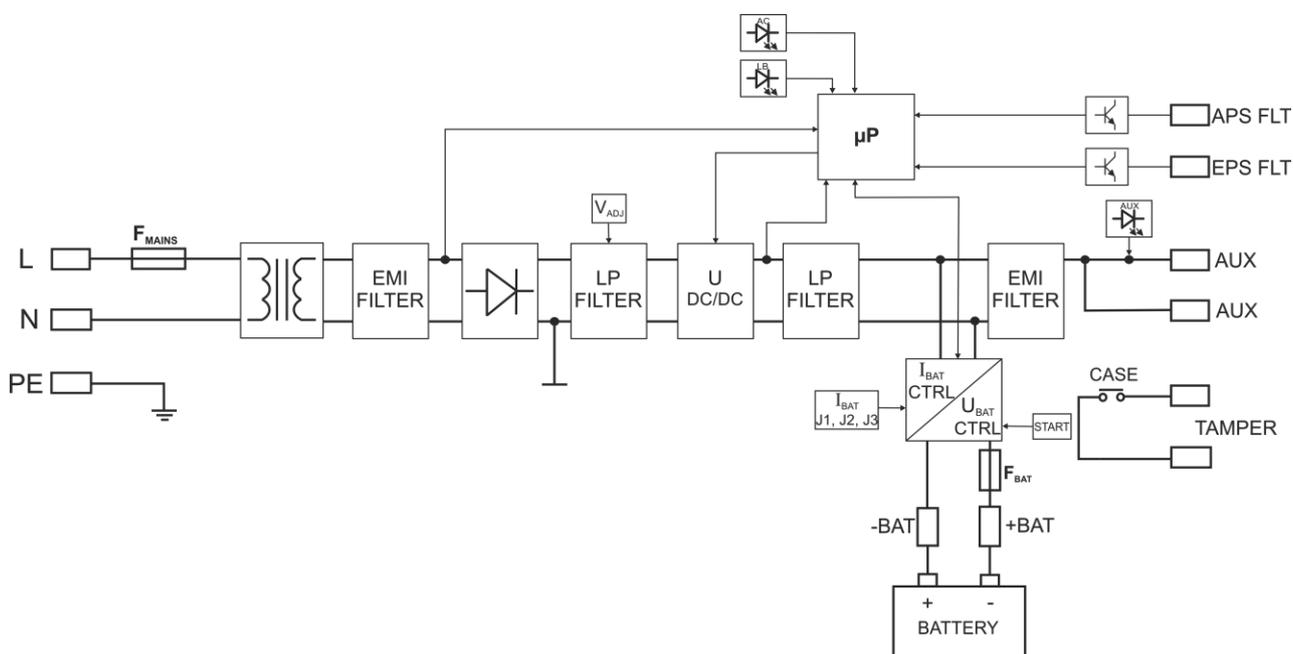

Fig.1. Diagrama de bloques de la fuente de alimentación.
1.2. Diagrama de bloques (fig.1).